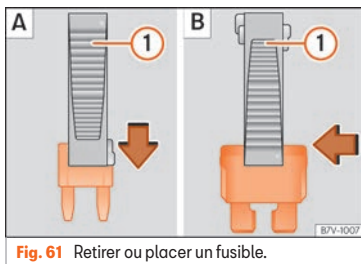

Fig. 61 Retirer ou placer un fusible.
- *Petits fusibles* : encastrez la pince depuis le haut » **fig. 61 A**.
- *Grands fusibles* : déplacez la pince latéralement sur le fusible » **fig. 61 B**.